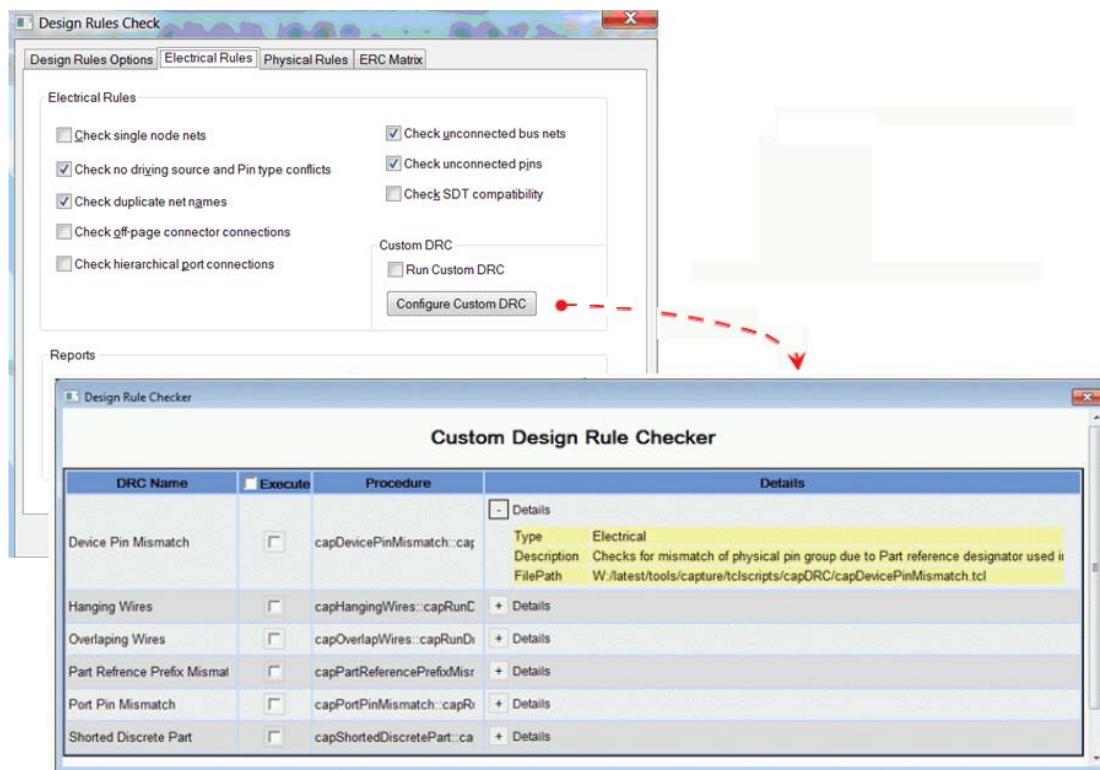

图 I -14 设置 DRC 的选择性忽略操作
16.6 还支持用户通过 TCL 语言自定义 DRC 检查方式。操作方法是执行 Tools/Design Rules Check 命令，打开 Design Rules Check 对话框，在 Electrical Rules 标签页中点击 Configure Custom DRC，用户可以用 TCL 脚本添加自定义的 DRC 规则（见图 I -14）。